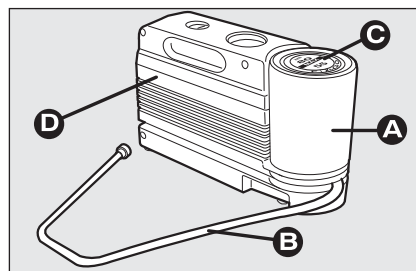

fig. 7
El kit **fig. 7** incluye:
- ☐ un compresor **D-fig. 7** con manómetro y racores que se encuentran en el compartimiento;